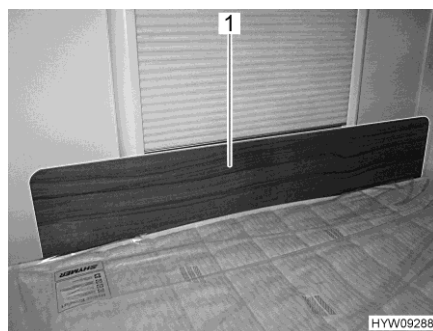

Fig. 74 Pannello di protezione/protezione anticaduta
- Inserire il pannello di protezione (Fig. 74,1) davanti alla finestra, tra il materasso e il telaio della finestra. L'effetto di serraggio del materasso mantiene il pannello di protezione in posizione, davanti al telaio della finestra.